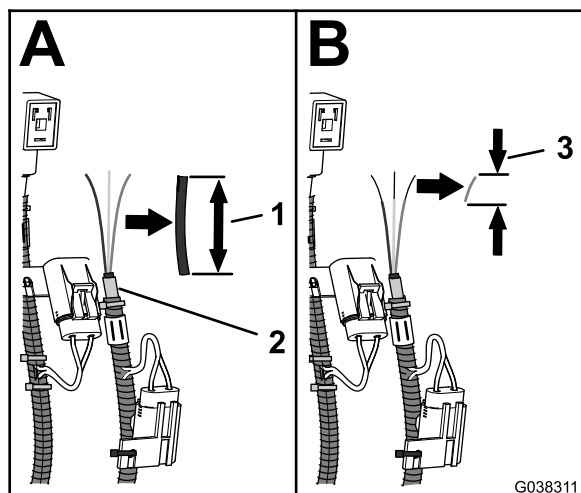

Figure 33
6. Enlevez 70 mm de la gaine du faisceau du connecteur DIN (Figure 33).
- 7. Dénudez les 3 fils du connecteur DIN sur 8 mm (Figure 33).